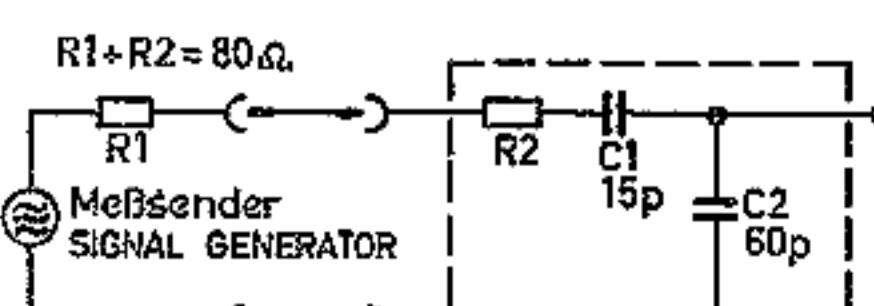

Fig. 1
Jetzt Empfänger in die Autohalterung einschieben. Meßsender über künstliche Antenne (Fig. 1) an Antennenbuchse legen. Antennentrimmer (C 804) in der Autohalterung in Mittelstellung bringen.
- Now insert the receiver in the car adapter mount. Connect signal generator to antenna socket through dummy antenna (Fig. 1). Turn antenna trimmer (C 804) in the car adapter mount to its center position.